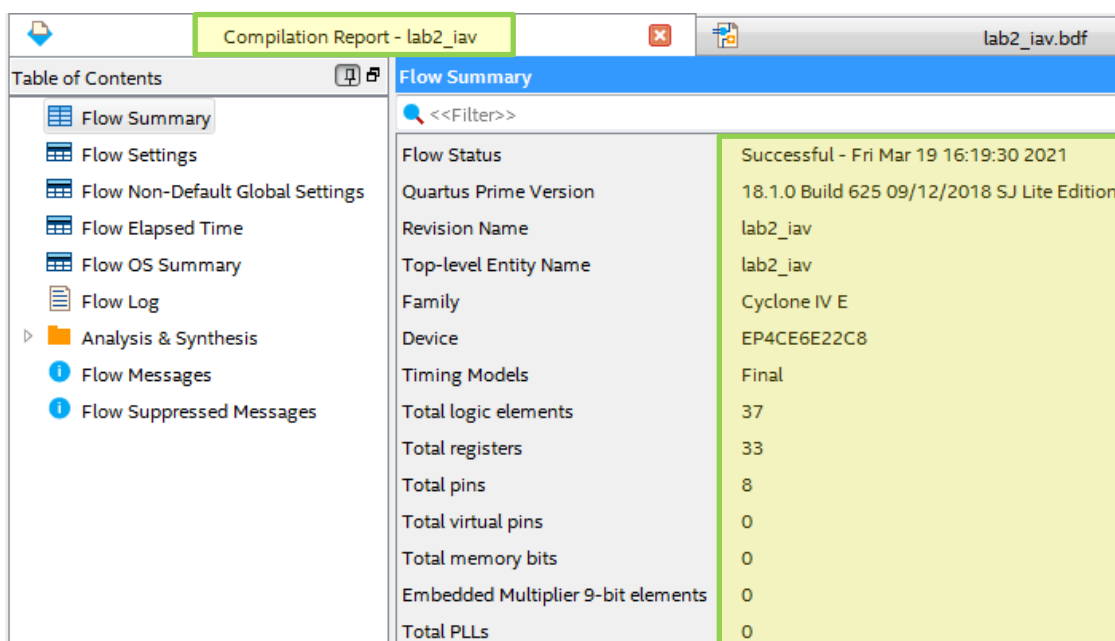

Рис. 28 Окно с результатами компиляции
5.1. После того как схема полностью нарисована, можно провести ее проверку на правильность составления и возможность синтезировать в базе выбранной микросхемы ПЛИС. Для этого выберите задачу **Analysis@Synthesis** из окна задач **Tasks** или нажмите кнопку  на панели задач или выполните **Ctrl+K** или **Processing->Start->StartAnalysis@Synthesis**. Запустится компиляция, результаты которой можно наблюдать в окне **Compilation Report** (рис. 28).